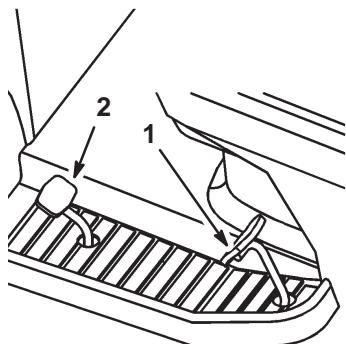

Bild 15
2. Gehen Sie mit dem Fuß auf das Fahrpedal und drücken Sie das Pedal langsam nach vorne (Bild 15).
2. Stellen Sie den Fuß auf das Gaspedal zum Rückwärtfahren und treten Sie das Pedal langsam durch um rückwärts zu fahren (Bild 15).